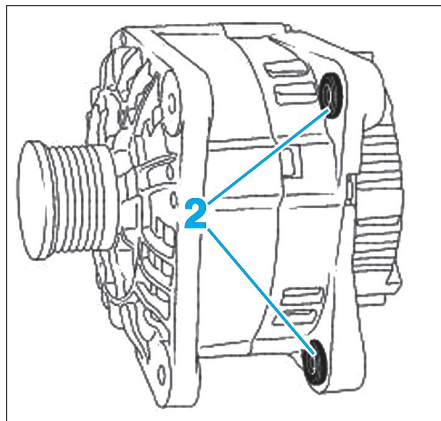

FIG. 4
- Rentrer les bagues (2) à l'aide d'une pince ou d'un étau pour faciliter la mise en place (Fig.4).